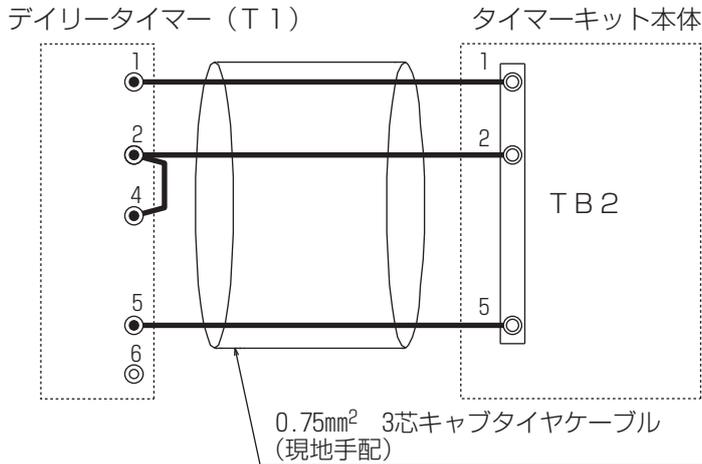

図 6 配線接続図
- (1) デイリータイマー (T1) ~ タイマーキット本体 (B) 間の配線は現地手配となります。0.75mm² × 3 芯キャブタイヤケーブル (VCT) を使用してください。
- (2) 図 6 のようにデイリータイマー (T1) の 1, 2, 5 番端子と、タイマーキット本体①の TB2 の 1, 2, 5 番端子間を接続してください。また手順 2 - 3 で取外した配線 (白色) にて、デイリータイマーの 2 番端子 ~ 4 番端子間を接続してください。